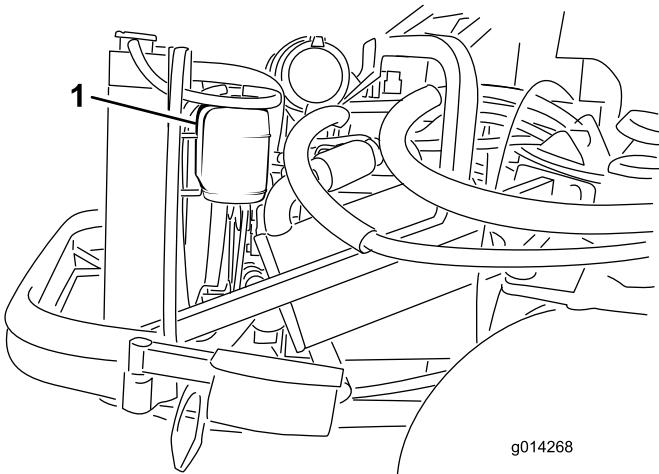

図 42
1. 液量の点検は補助タンクで行う(図42)。タンク側面についている2本のマークの間にあれば適正である。